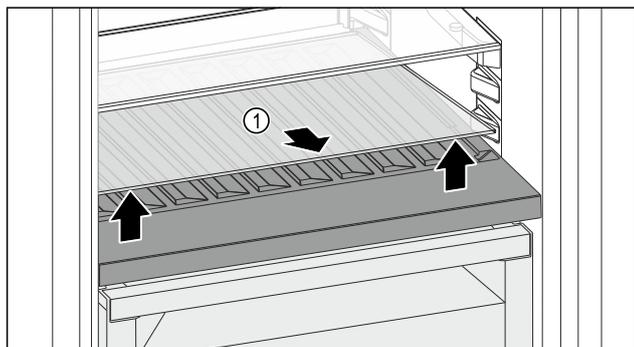

Fig. 98
- Dvignite stekleno ploščo Fig. 98 (1) pri odprtini spredaj in jo odstranite.
- Stekleno ploščo Fig. 98 (1) varno shranite zunaj naprave.